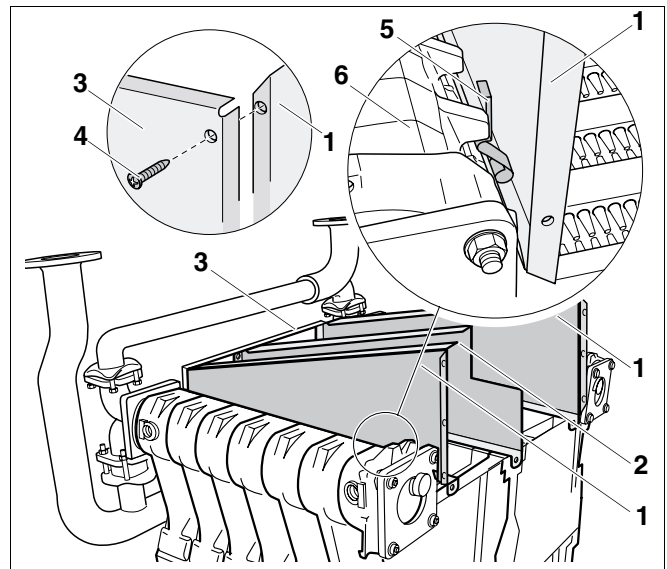

Fig. 37 Montarea pereților laterali
- În primul rînd se introduce în canelură un perete lateral apoi celălalt (fig. 37, **poz. 1**) și se înșurubează cu șuruburi cu cap plat 3,9 x 9,5 (fig. 37, **poz. 4**) de peretele frontal (fig. 37, **poz. 3**).
- Piulițele M6 (în funcție de mărimea cazanului de încălzire 5 sau 7 buc) se introduc în găurile corespunzătoare de la pereții laterali (fig. 37, **poz. 1**) și de la peretele din mijloc (fig. 37, **poz. 2**).
- Cele patru pene (fig. 37, **poz. 5**, două stînga, două dreapta) se introduc între pereții laterali (fig. 37, **poz. 1**) și blocul de cazan (fig. 37, **poz. 6**).
Dacă penele au fost corect montate, atunci gazele arse pot ieși din colectorul de gaze arse în camera de amplasare (vezi. fig. 37, **poz. 5**, pagina 36).